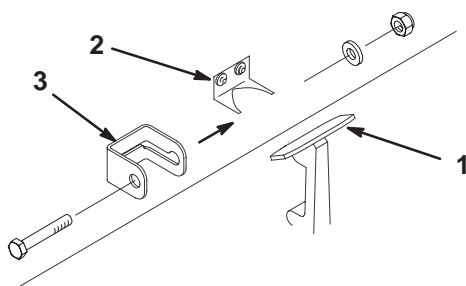

Bild 2
1. Haken Sie den Motorhaubenriegel aus der Motorhaubenriegelhalterung aus (Bild 2).
2. Schieben Sie die Motorhaubenbefestigungshalterung auf den Riegel (Bild 2).
3. Haken Sie den Riegel auf die Motorhaubenriegelhalterung (Bild 2).
4. Stecken Sie eine Schraube (1/4 x 1-1/2 Zoll) durch die Motorhaubenbefestigungshalterung und sichern sie mit einer Scheibe und Sicherungsmutter ab (Bild 2).